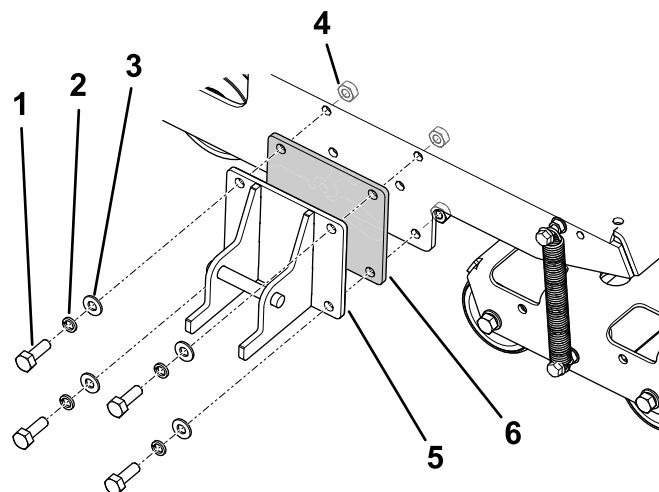

Рисунок 1
2. Расположите регулировочную прокладку, как показано на Рисунок 1.